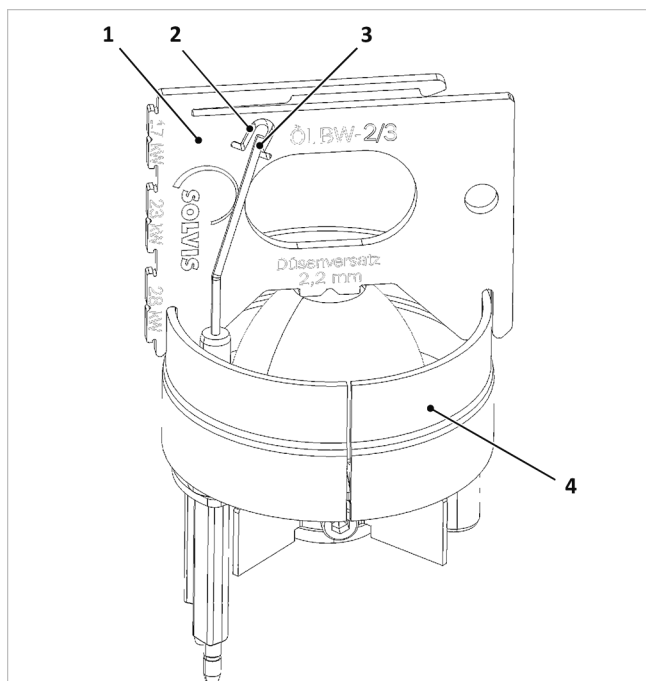

Fig. 57: Comprobación de la posición de los electrodos de encendido
4. Controle la posición de los electrodos tal y como se muestra en la → fig. 57 y, en caso necesario, corrija doblándolos con cuidado.